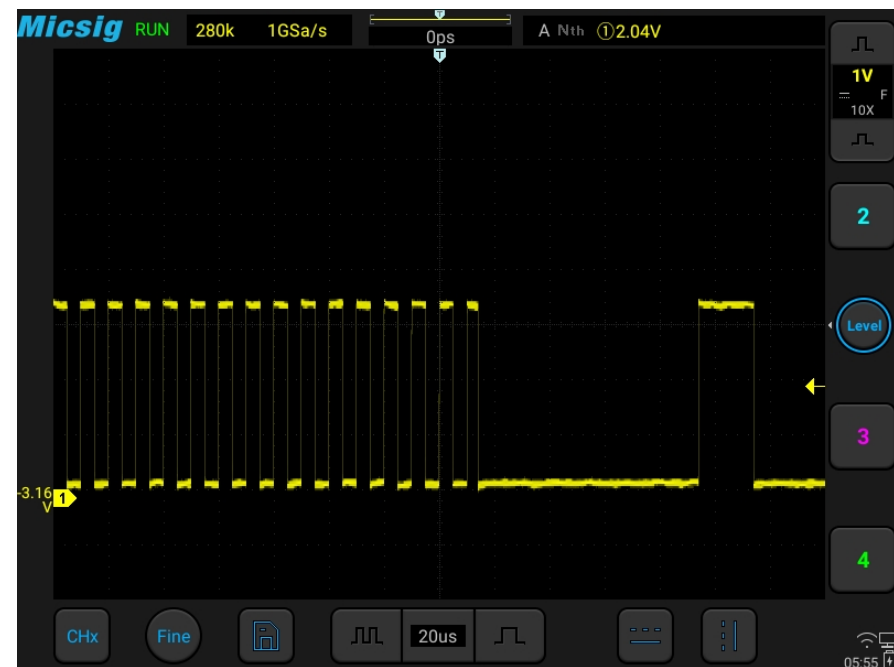

Abbildung 6-23 Menü „Nth Edge Trigger“
1) Tippen Sie im Hauptmenü auf „Trigger“, um das Trigger-Menü zu öffnen, wählen Sie als Triggertyp „N-te Flanke“ aus und stellen Sie den N-ten Flankentrigger wie in Abbildung 6-23 gezeigt ein: